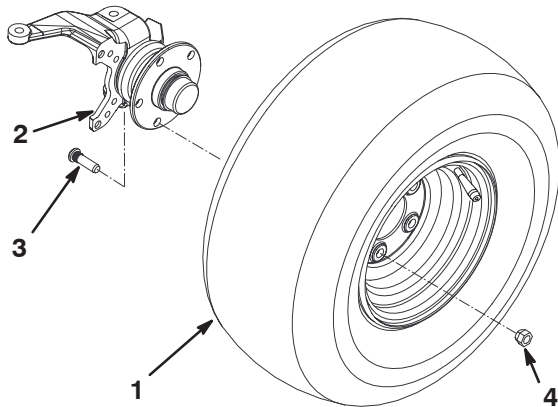

Figure 3
3. Montez les roues avec les fixations retirées précédemment (Fig. 3) et serrez les boulons à 61–81 Nm.